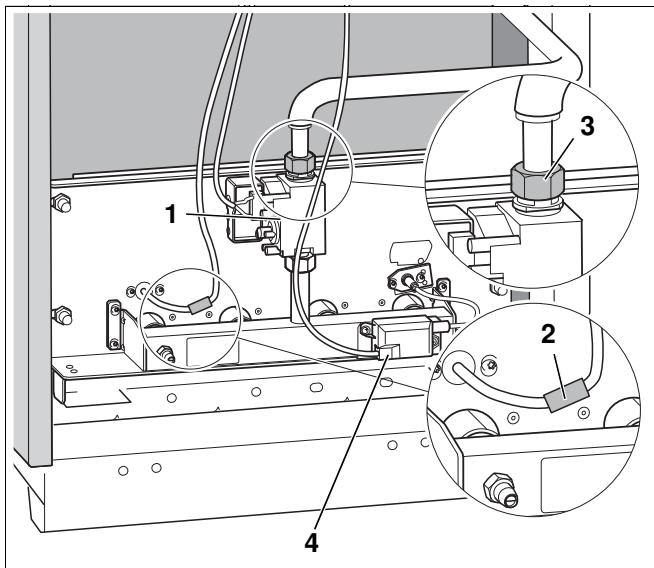

Рис. 37 Демонтаж горелки
- Отсоединить горелку от газовой арматуры в месте резьбового соединения (Рис. 37, поз. 3).
- Снять контактный предохранитель (Рис. 37, поз. 2) на контролльном кабеле и разъединить штекерное соединение.
- Вынуть штекер запального трансформатора (Рис. 37, поз. 4).